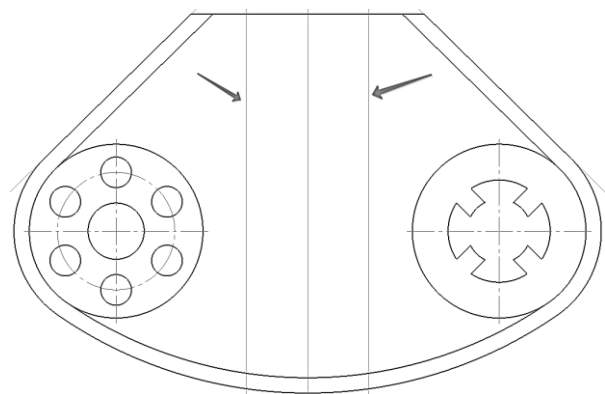

Рис. 65. Построение вспомогательных параллельных прямых
2.13.2 Провести две вспомогательные **параллельные линии**  на расстоянии 24 мм от центральной вертикальной вспомогательной линии (рис. 65).